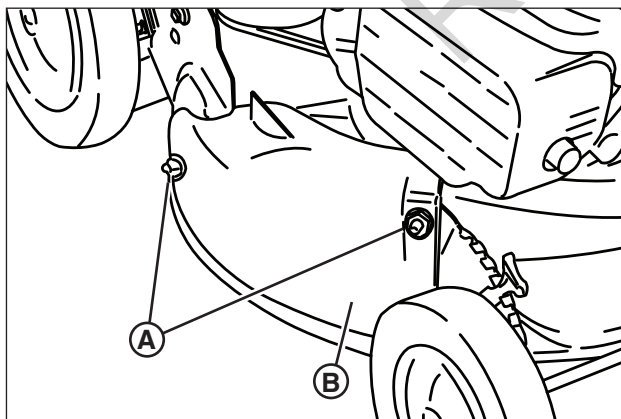

Figure 8: Dépose du couvercle de déchiquetage
1. Enlevez les écrous (**A**, **Figure 8**) en fixant le couvercle de déchiquetage (**B**) au plateau de coupe.